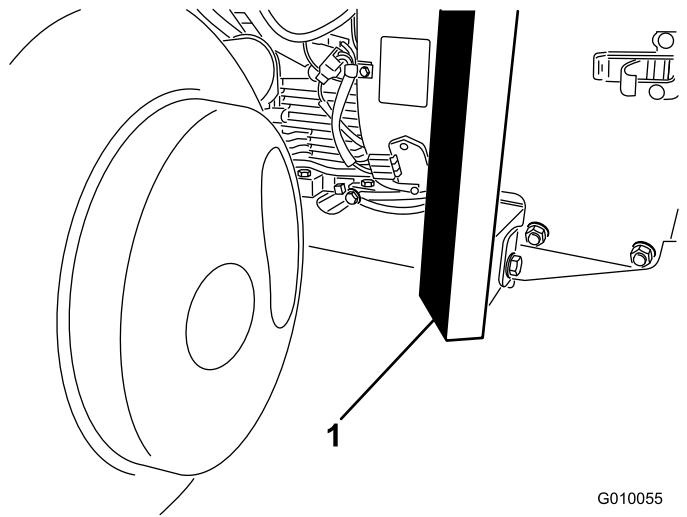

Figure 41
3. Placez le cric correctement sous l'avant du cadre (Figure 41).